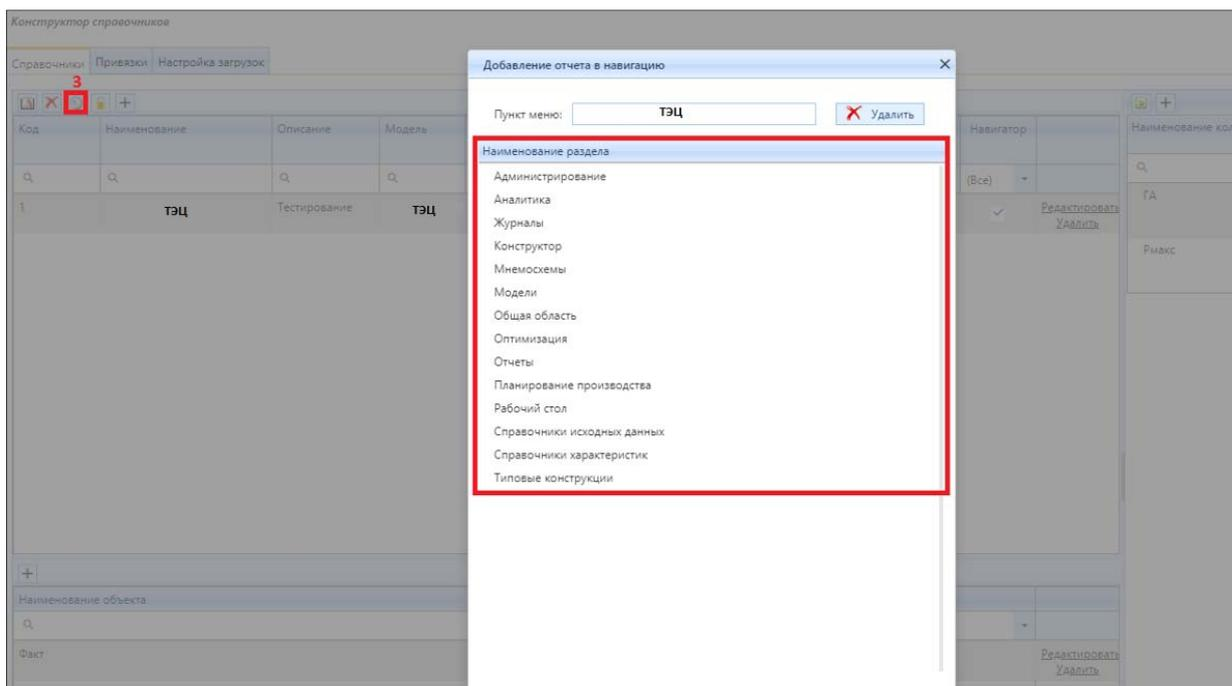

Рисунок 4.6.41 – Добавление справочника в панель навигации
Для того, чтобы отобразить справочник в панели навигации необходимо нажать на кнопку (3) (рис. 4.6.41) и выбрать модуль, в котором будет располагаться справочник (рис. 4.6.41).